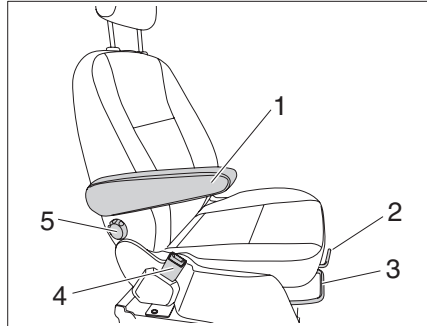

Bild 14 Förarstol och passagerarstol
- ▶ Ställ först upp armstödet (Bild 14,1).
- ▶ Om bygeln (Bild 14,3) fattas tag i kan förarsätet skjutas framåt.
- ▶ Lossningsspak (Bild 14,2) fattas och vrid på sätet.
- ▶ Dra i bygeln (Bild 14,3).
- ▶ Vrid på inställningsratten (Bild 14,5) för ryggstödsjusteringen.